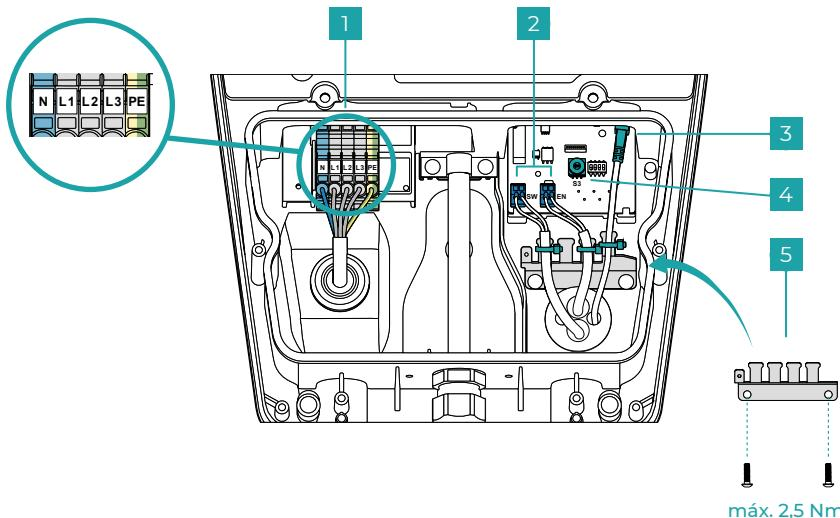

Fig. 6
Opcionalmente pode ser ligado um dispositivo de bloqueio externo (por ex., interruptor de chave) à interface interna (Fig. 6 - N.º 2 - Interface EN).
- Prepare o cabo de alimentação ($\varnothing 10 - 20 \text{ mm} // \text{máx. } 5,6 \text{ mm}^2$) e ligue-o conforme representado na **Fig. 6 - N.º 1**. Na ilustração, a ligação de rede é representada em três fases. Para ligar o sistema de carregamento à rede através de uma fase, utilize N, L1 e PE.
- Configure a corrente de carregamento máxima entre 6 A e 16 A através do interruptor rotativo S3, como representado na **Fig. 6 - N.º 4**.
- Opcional: Prepare os cabos de dados (Digital-In (EN) / Out (SW) e LAN) e ligue-os conforme representado na **Fig. 6 - N.º 2 & 3**. Para ligar um dispositivo de bloqueio externo através de Digital-IN, retire previamente a ponte para cabos.
Tal como representado na **Fig. 6 - N.º 5**, coloque o alívio de tensão e fixe os cabos de dados com abraçadeiras. Monte a cobertura inferior do sistema de carregamento como representado na **Fig. 7**.